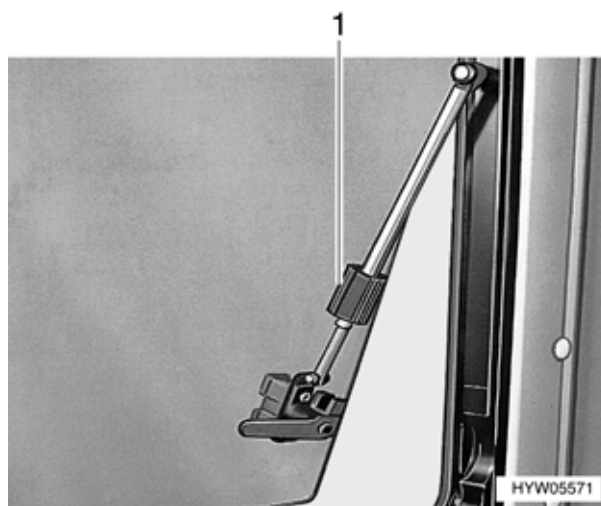

Fig. 46 Finestra apribile, aperta (variante 3)
- Aprire la finestra apribile fino alla posizione desiderata e fissarla mediante il pomello zigrinato (Fig. 46,1).
- Girare il pomello zigrinato (Fig. 46,1) fino a che l'arresto viene sbloccato.